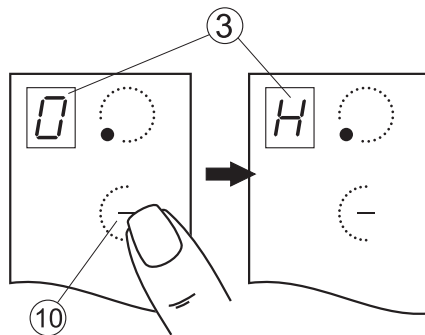

Рис. 8
После выключения конфорки в окне индикации ③ (рис. 8) высвечивается буква «Н» (от англ. hot – «горячий»).